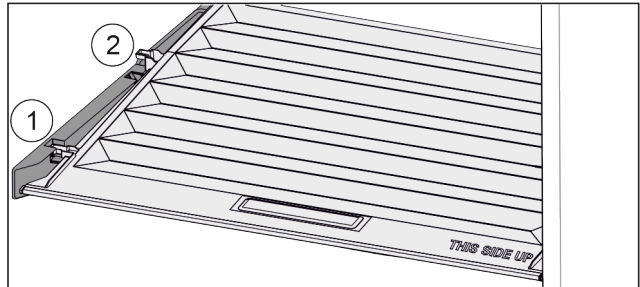

Fig. 31
- ▶ Deksel tot de opening in de vasthouddelen naar voren trekken Fig. 31 (1).
- ▶ Aan de achterkant vanaf de onderkant omhoog tillen en vanaf de bovenkant verwijderen Fig. 31 (2).